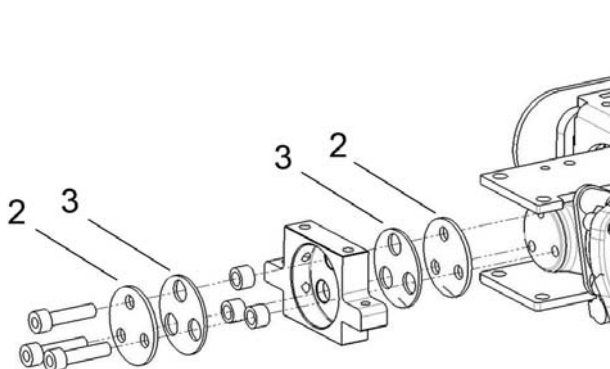

Bild 6. Montera ställdonets brickor (6) och dämpare (7).
2. Montera ställdonets brickor (6) och dämpare (7). Se bild 6.